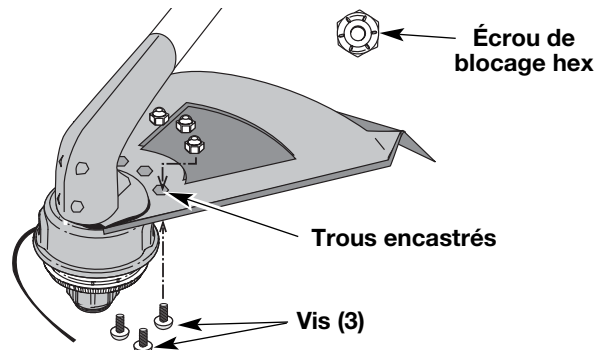

Fig. 3
2. Placez un écrou de blocage hex dans l'un des trois trous encastrés, sur le dessus du protecteur d'accessoire de coupe (Fig. 3).
3. Introduisez une vis dans le trou du bas du protecteur d'accessoire de coupe et vissez-la dans l'écrou posé à l'étape 2 (Fig. 3). Évitez de serrer.